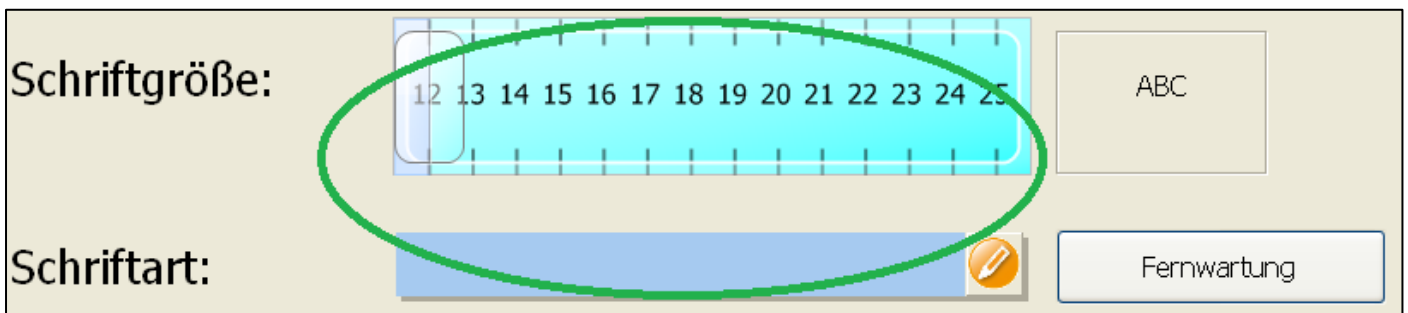

Abbildung 6
- Schriftart und Schriftgröße anpassen (Abb. 6).